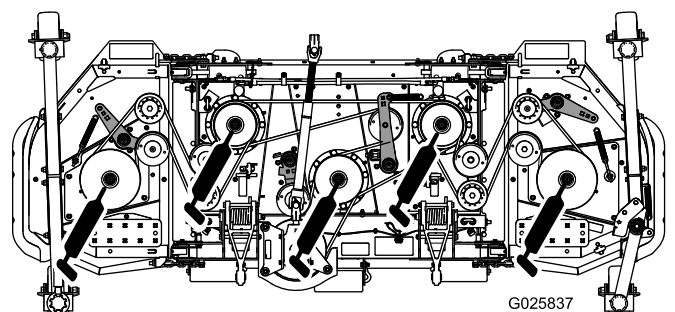

Bild 17
- Spindelwellenlager (5) (Bild 17)